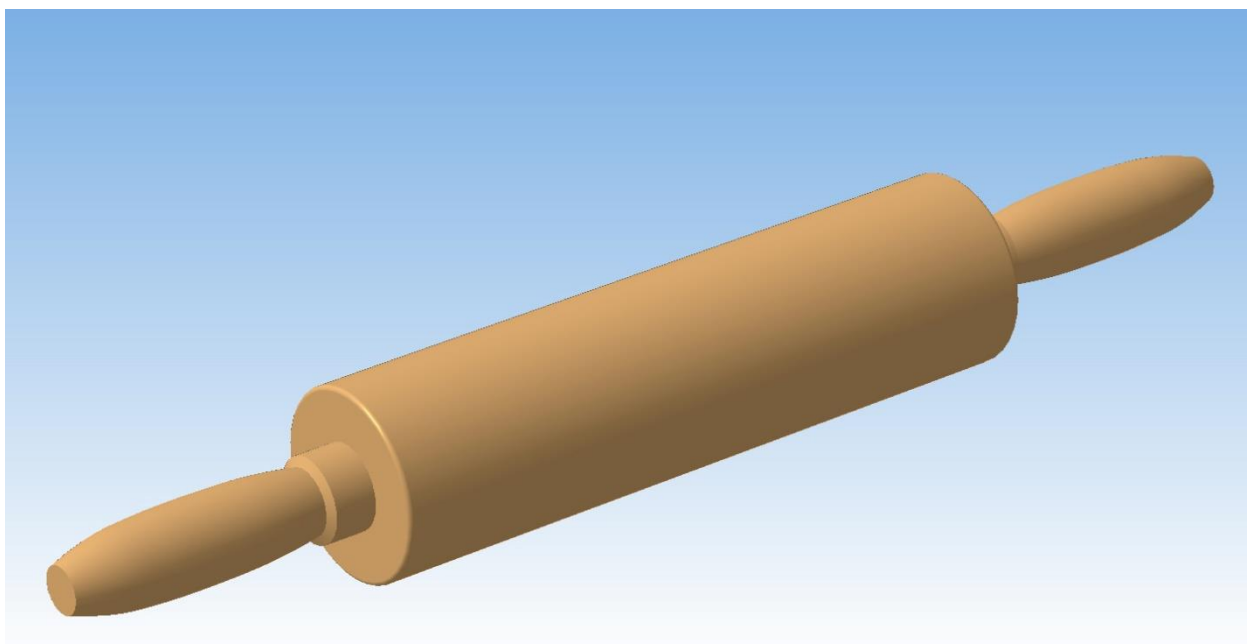

Рис. 1
1. По данному образцу (Рис. 1) разработайте технологическую карту (Таблица 1) для изготовления изделия «Скалка»;